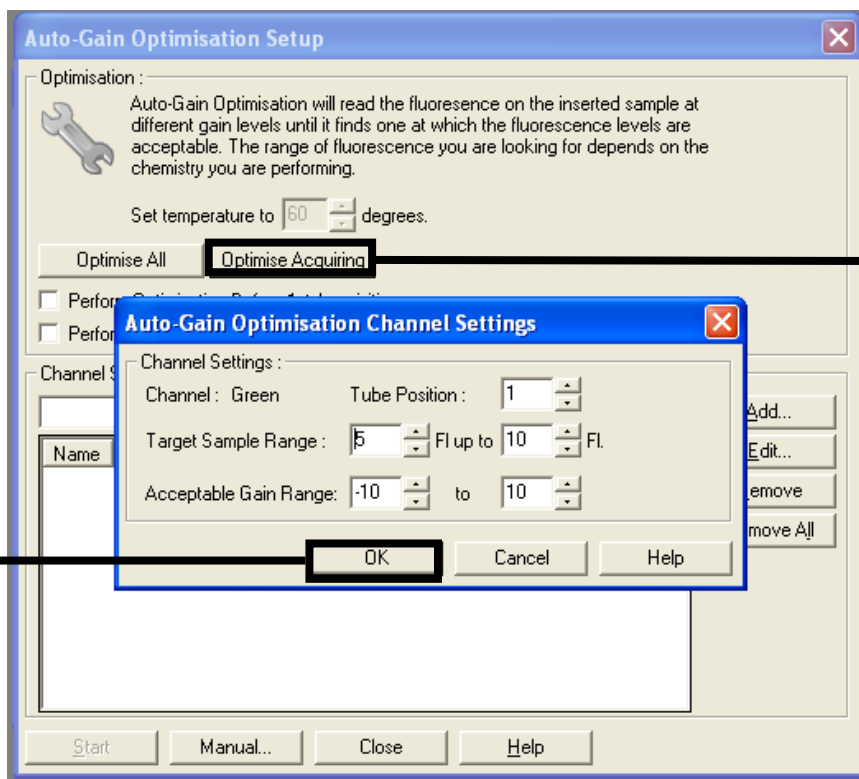

Figura 31. "Auto-gain Optimisation" (Optimización de la ganancia automática) para el canal verde.
- Haga clic en Optimize Acquiring (Optimizar adquisición). Para cada canal, se muestra la configuración de canal. Haga clic en OK (Aceptar) para aceptar estos valores predeterminados. (Figura 31).